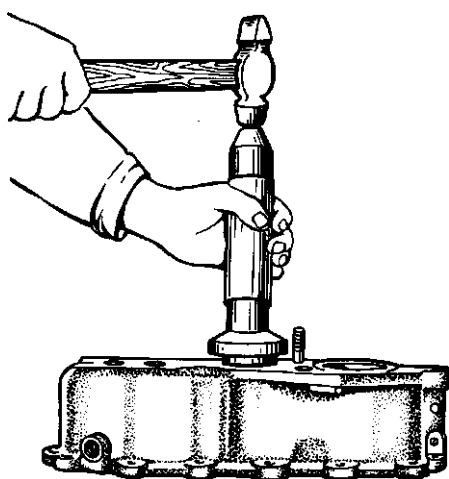

Рис. 7.11. Запрессовка роликового подшипника в картер
2. Запрессуйте роликовый подшипник (если он снимался) в картер (рис. 7.11), выдержав размер $6_{-0,5}$ мм от торца картера.